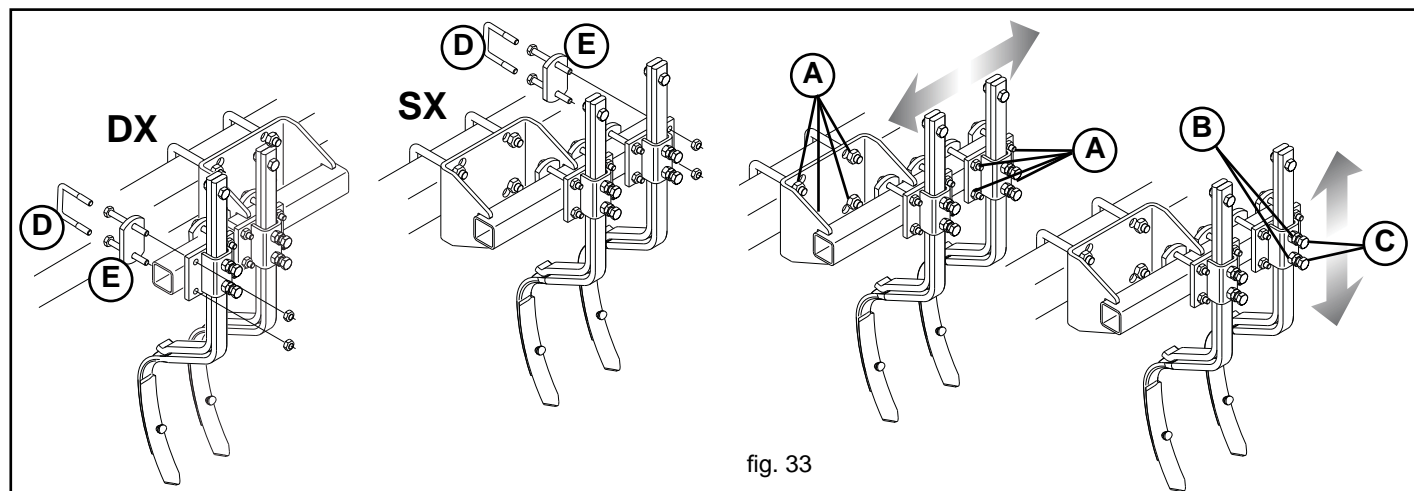

fig. 33
Le zappette vanno posizionate sulla stessa linea dei pneumatici del trattore. Per regolare la posizione delle ancore rompitraccia svitare i dadi (A, Fig. 33), posizionare le ancore e bloccare i dadi. Per regolare la profondità delle ancore, svitare il controdado (B) e la vite (C) Figura 33, dopo aver effettuato la regolazione bloccare la vite e il controdado.
NOTA per il montaggio (D ed E, Fig. 33):